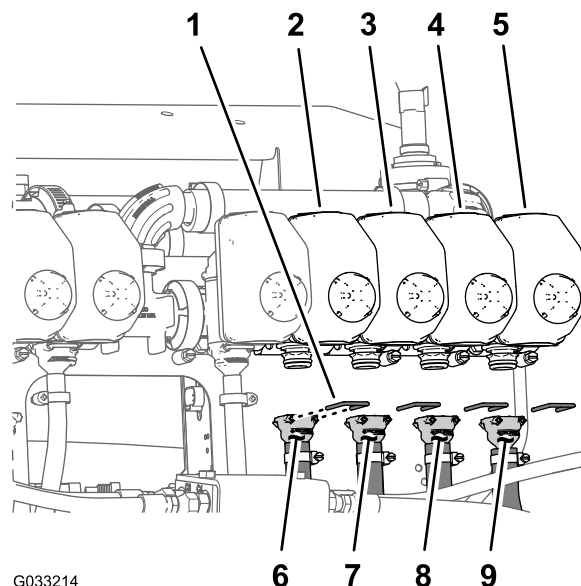
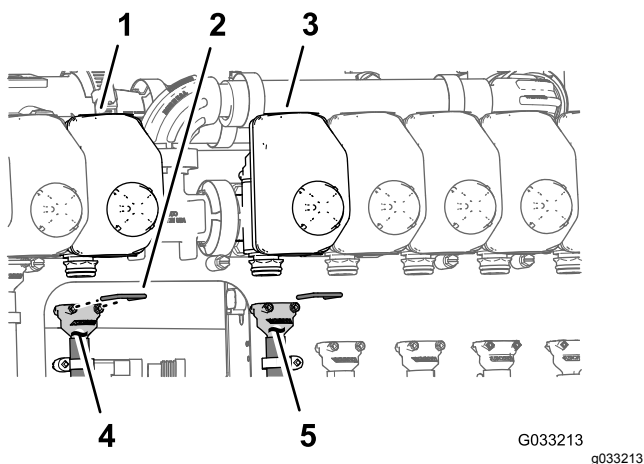

图 74
图 73
注意 请参阅 将软管安装到喷嘴阀 1 至 4 (页码 29) 中的 图 72、将软管安装到喷嘴阀 5 和 6 (页码 30) 中的 图 73 和 将软管安装到喷嘴阀 7 至 10 (页码 30) 中的 图 74 了解喷嘴位置。
- 将 81cm 供水软管的直通宝塔接头安装到喷嘴阀 5 的连接器上**图 73**。
- 用卡环**图 73**将宝塔接头固定在连接器上。
- 将 81cm 供水软管的直通宝塔接头安装到喷嘴阀 6 的连接器上**图 73**。
- 将 188cm 供水软管的直通宝塔接头安装到喷嘴阀 7 的连接器上**图 74**。
- 用卡环**图 74**将宝塔接头固定在连接器上。
- 将 188cm 供水软管的直通宝塔接头安装到喷嘴阀 8 的连接器上**图 74**。
- 将 234cm 供水软管的直通宝塔接头安装到喷嘴阀 9 的连接器上**图 74**。
- 将 279cm 供水软管的直通宝塔接头安装到喷嘴阀 10 的连接器上**图 74**。